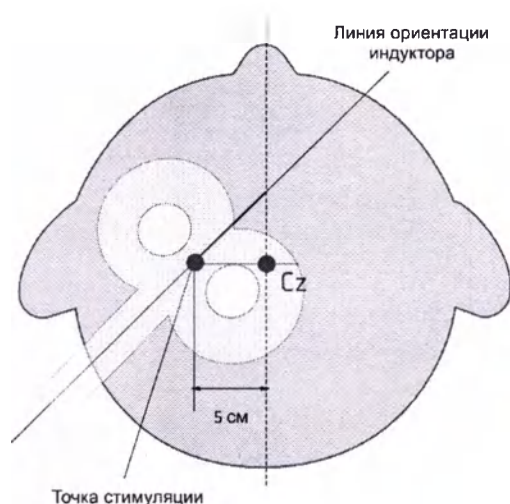

Рис. 18. Положение двойного индуктора при регистрации М-ответа с правой стороны при бифазной стимуляции.
- **Двойной индуктор.** В большинстве случаев необходимо сместить индуктор влево на 5 см (рис. 18) (для получения ответа с левой стороны следует сместить индуктор вправо).